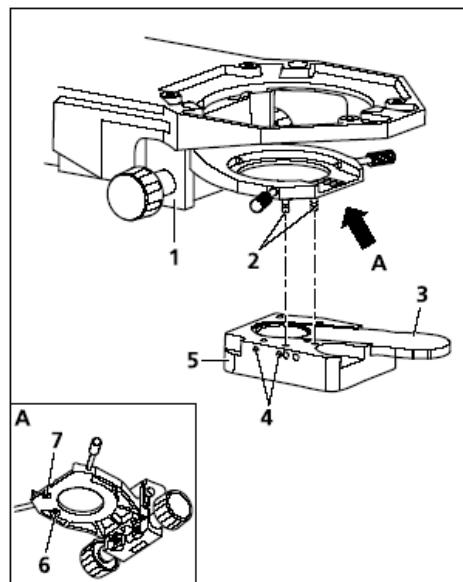

图 3-16 将 LED 照明器安装到聚光镜上
- 用手将螺栓 (图 3-16/2) 拧到聚光镜托架底部的螺纹孔内 (图 3-16/6 和 7)。
- 握住 LED 照明器 (图 3-16/5), 使其与聚光镜托架的底部 (图 3-16/1) 平行, 将其别在螺栓 (图 3-16/2) 上, 用螺丝 (图 3-16/4) 固定在 LED 照明器的左边。
- 将带有漫射片的插板 (图 3-16/3) 插入到 LED 照明器内, 如果使用偏振光, 则将 LED 起偏镜插入聚光镜 (427708-0000-000)。